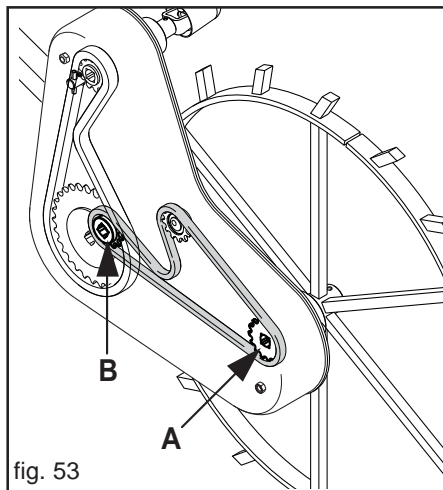

fig. 53
- Le bon fonctionnement du doseur dépend essentiellement des roues de la chaîne introduites dans la boîte de transmission du rouet (voir Tableau 5 «A-B», Fig. 53), en fonction de la largeur de travail.